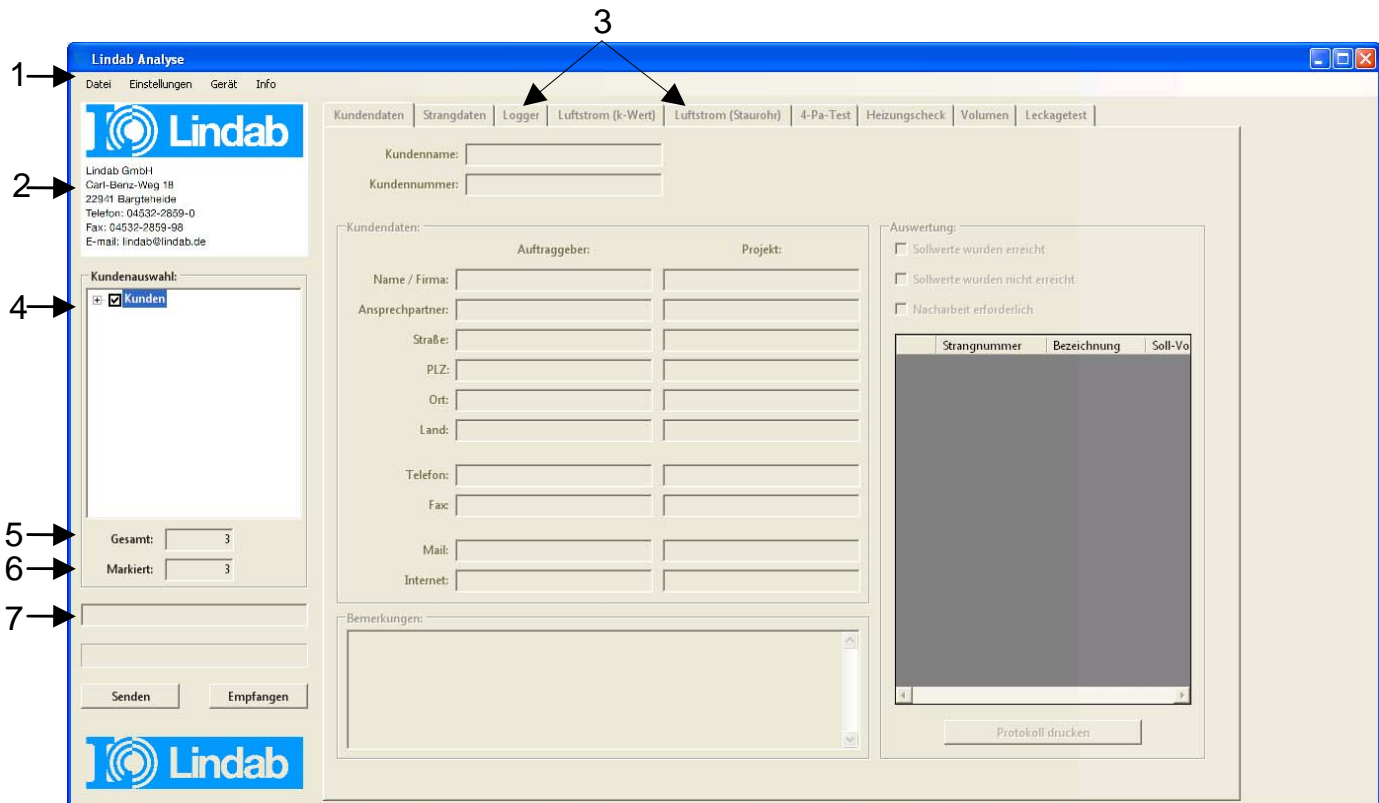

Abb. 3: Hauptansicht
- Zum Anlegen eines neuen Kunden klicken Sie in der Hauptansicht mit der rechten Maustaste auf „Kunden“ (vgl. Abb. 3, Punkt 4).